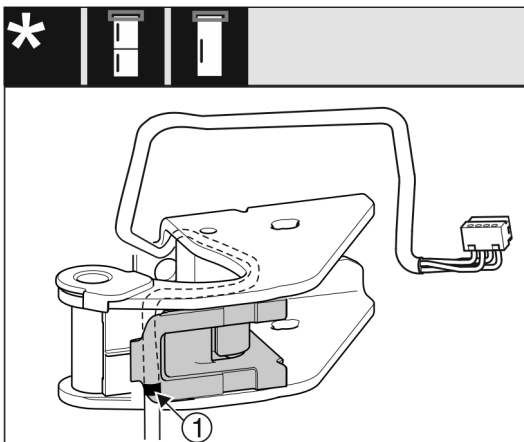

Fig. 26
- ▷ Mittlere Markierung muss dabei auf der Kante der Kabelhalterung liegen Fig. 26 (1).